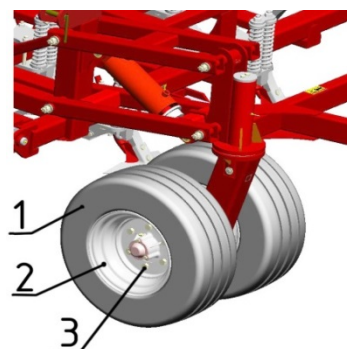

Рисунок 1. Опорно-транспортні колеса центральної рами культиваторної частини:
- в шинах коліс культиваторної частини (рисунок 1) – $0,5 \pm 0,01$ МПа;
2. Перевірити затяжку кріпильних деталей 3 (див. рисунок 1) кріплення коліс культиваторної частини. Крутний момент затягування повинен бути в межах 280-400 Н•м.